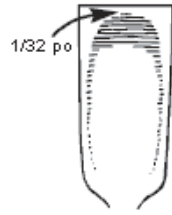

Figure 3 : Rodage du dessous de la lame
3. Lors des affûtages subséquents, ne travaillez que le côté du biseau, jusqu'à ce que son extrémité rejoigne le creux formé au meulage. Il faut alors roder une fois de plus le dessous de la lame afin de rétablir la surface plane sur $1/32$ po (**Figure 3**). Les ciseaux japonais comportent deux avantages : le meulage concave permet de les placer parfaitement à plat sur une surface et il n'y a pratiquement pas de friction durant le travail.